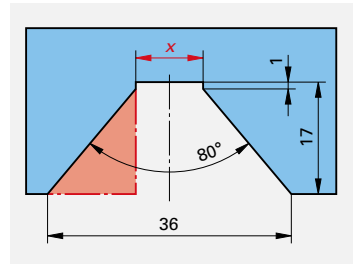

Bild 2: Prismenführung
3. **Prismenführung (Bild 2):** Für die Prismenführung ist das Maß x zu berechnen.